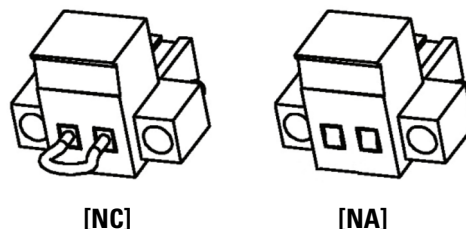

Fig. 6. Conector EPO.
- Por padrão, o equipamento é enviado da fábrica com o tipo de circuito EPO fechado **[NC]**. Isso significa que o UPS cortará a fonte de alimentação de saída, parada de emergência, abrindo o circuito **[NO]**, consulte a Fig. 6.